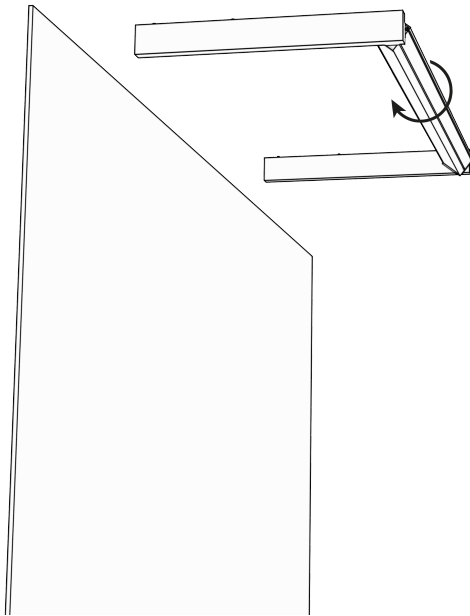

Рис.3
- Отрегулируйте направление освещения, прокрутив центральную часть светильника на нужный угол к доске (см.рис.3);